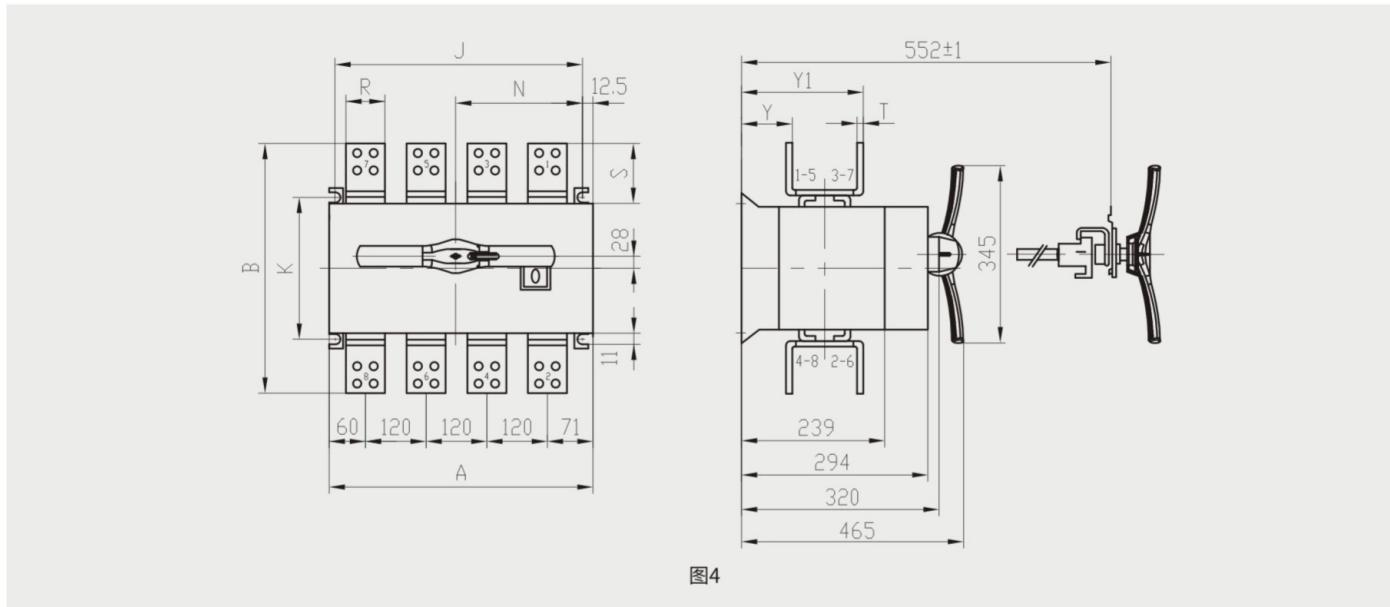

图4
4. HSG1-2000~2500外形尺寸见图4, 安装尺寸见表4